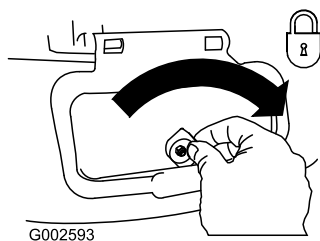

Рисунок 31
**Внимание:** Заблокируйте боковую выпускную дверцу после ее закрытия (Рисунок 31).